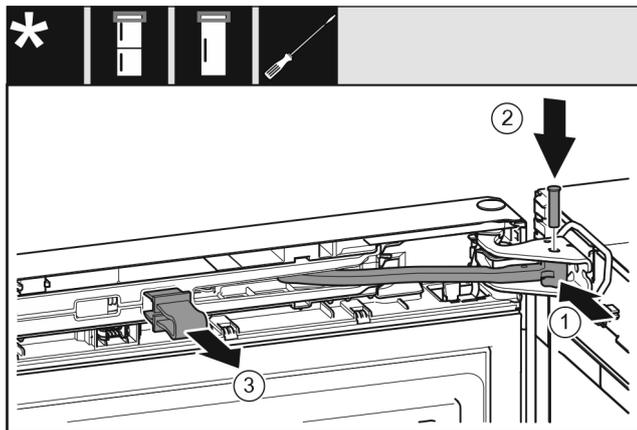

Fig. 25
- ▶ Поверните шарнир в опорном кронштейне. Fig. 25 (1)
- ▶ Вставьте палец в опорный кронштейн и шарнир. При этом следите за тем, чтобы выступ фиксатора занимал правильное положение в пазу. Fig. 25 (2)
- ▶ Снимите предохранитель. Fig. 25 (3)